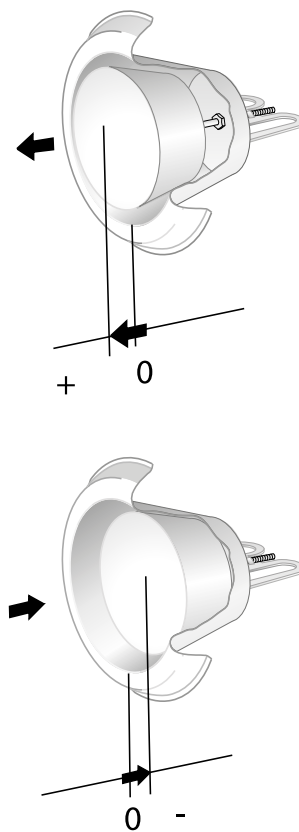

Рисунок 2. Наладка
Наладка диффузора выполняется с помощью замеров перепада давления либо расхода воздуха. См.рисунок 2.
- Поправочный коэффициент K_{OK} относится к нулевой точке положения конусов (см.рис.2).
- Шумоглушение ΔL относится к нулевой точке (см.рис.2) для размеров 100-160; и к точке +10мм для размера 200.